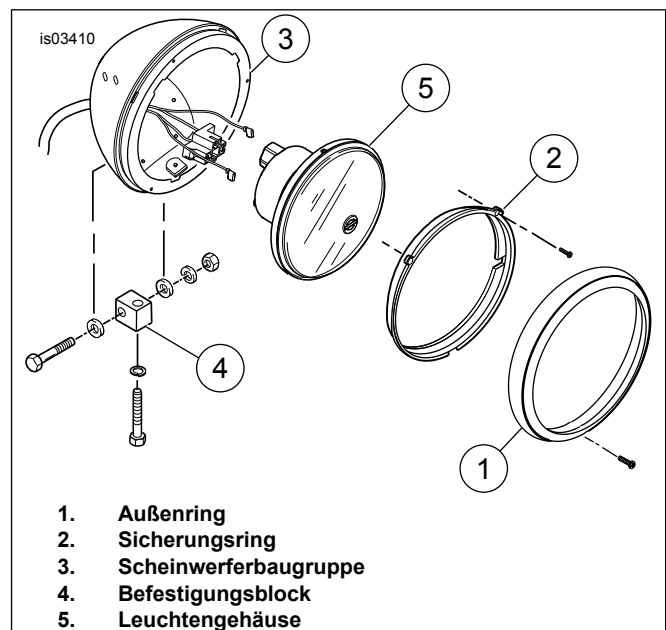

Abbildung 1. Scheinwerferbaugruppe
3. Siehe Abbildung 1. Die Außenringschraube und den Außenring (1) entfernen.
4. Die drei Sicherungsringschrauben und den Sicherungsring (2) von der Scheinwerferbaugruppe (3) ausbauen. Die Glühlampe aus dem Steckverbinder ziehen.
9. Siehe Abbildung 1. Den Befestigungsblock (4) und die Befestigungsteile entfernen.